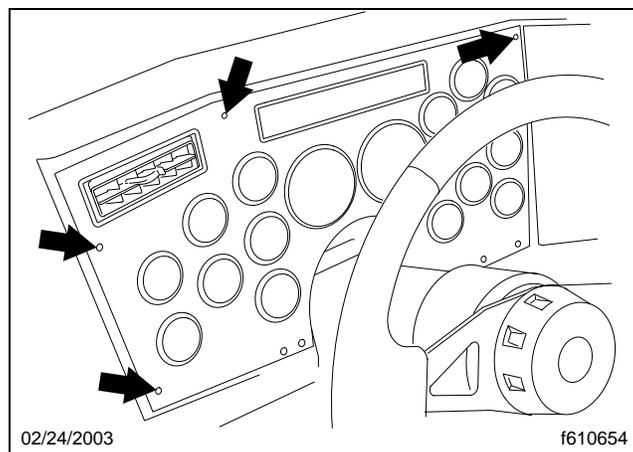

Fig. 1, Fixations du tableau de bord principal
5. Ouvrez le panneau de bord principal. Pour ce faire, retirez les quatre fixations. Reportez-vous à la **figure 1**. Faites basculer le tableau de bord vers l'avant pour accéder à l'arrière des jauges.